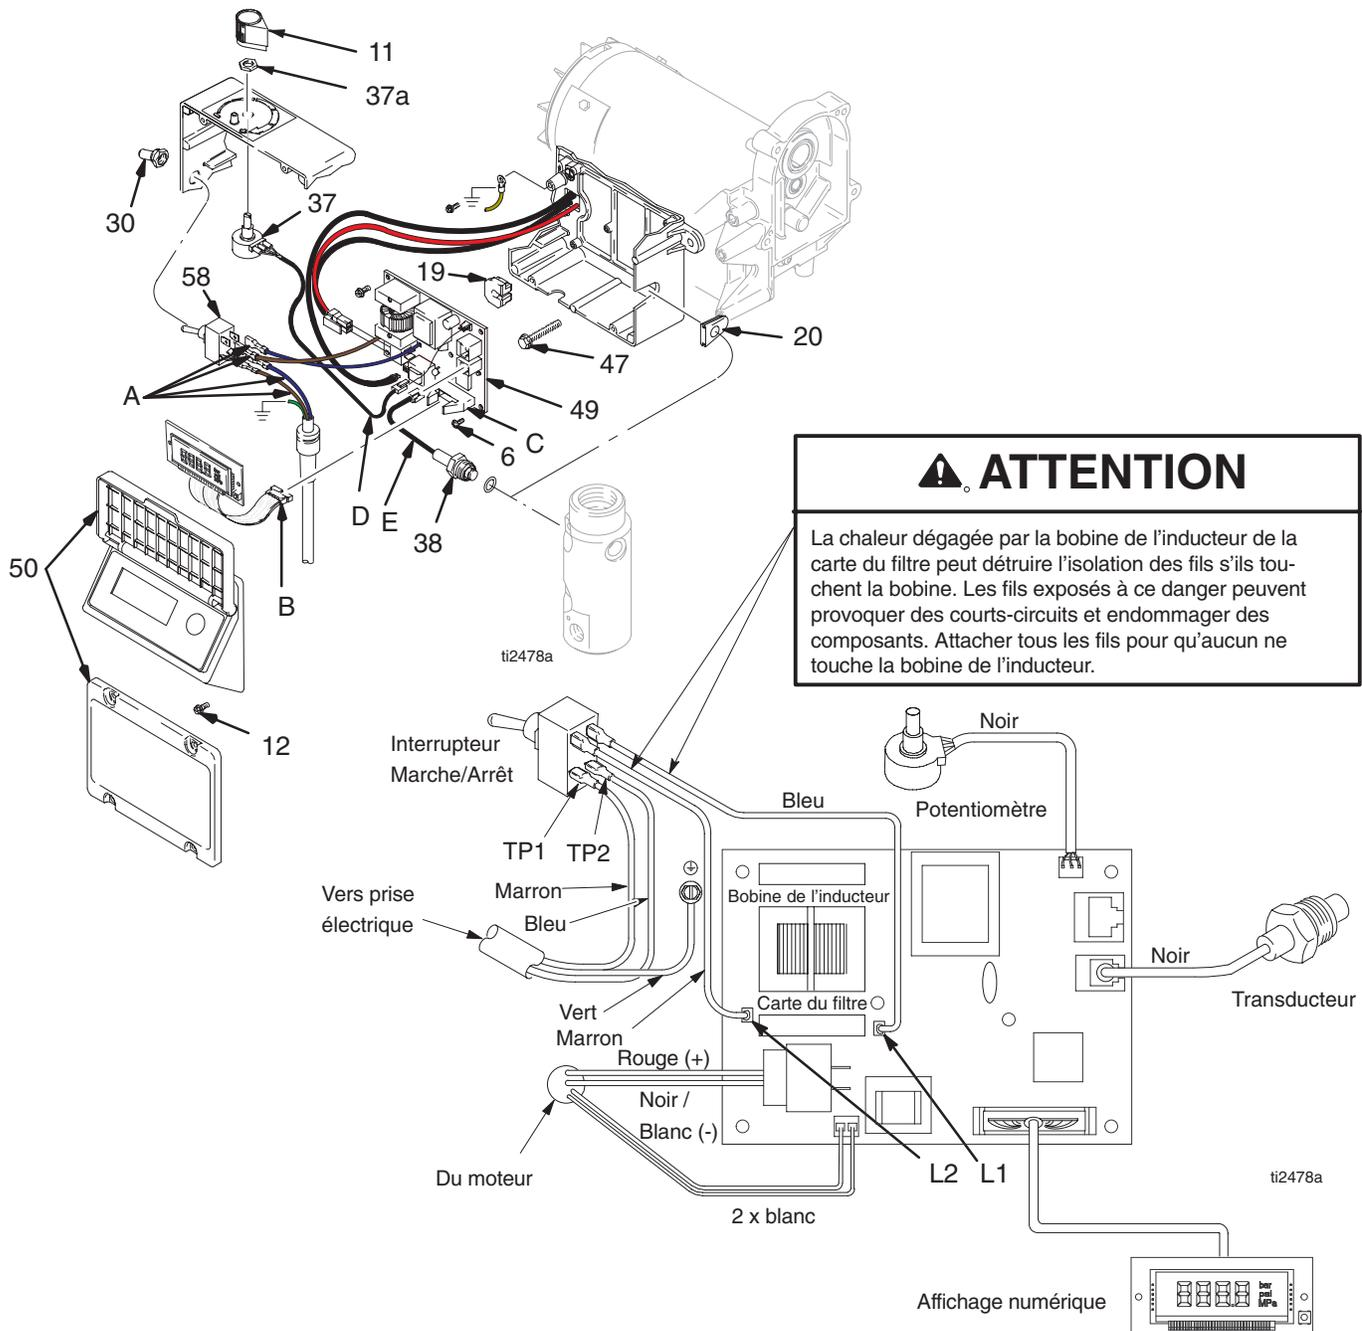

Fig. 7
2. Fig. 7. Enlever les quatre vis (12) et le capot de régulation de pression (50).
3. Débrancher le connecteur d'affichage (B) de la prise (C).
4. Débrancher les quatre fils (A) de l'interrupteur MARCHÉ/ARRÊT (58).
5. Enlever la tétine (30) et la bague de verrouillage. Démontez l'interrupteur MARCHÉ/ARRÊT (58).
Voir Fig. 7.
- Fig. 7. Fixer la carte de commande du moteur (49) à l'aide des cinq vis (6).
- Brancher sur la carte de commande du moteur (49):
- Fil (E) vers capteur.
- Fil (D) vers potentiomètre.
- Fil (B) de l'afficheur sur prise (C), si l'afficheur est monté.
- Réunir tous les fils en faisceau pour qu'aucun ne touche la bobine de l'inducteur (pas les pulvérisateurs 120 Vca). Voir **ATTENTION diagramme de câblage**, Fig. 7.
- Fixer le capot (50) à l'aide des quatre vis (12).
- Enlever les quatre vis (12) et le capot (50). Voir Fig. 7.